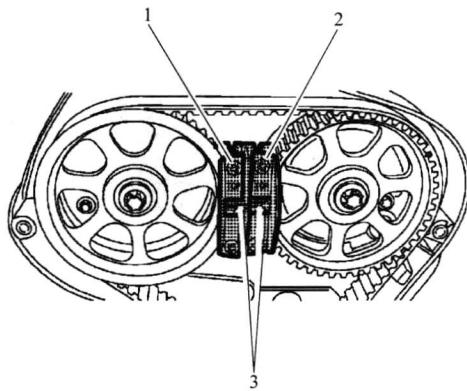

图 1-6 安装锁止工具
- 12) 如图 1-6 所示，安装 EN-6340 锁止工具(1+2)安装在凸轮轴链轮之间，确保锁止工具的左标记对准右标记。